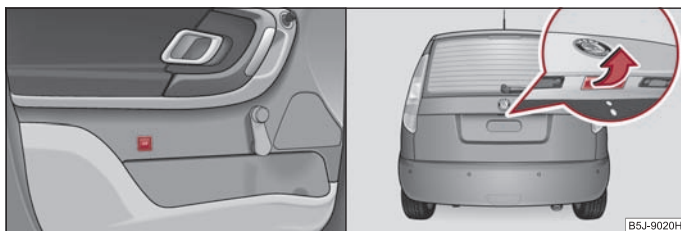

Fig. 28 Deblocarea capotei portbagajului / mânerul capotei portbagajului
- La autovehiculele fără închidere centralizată capacul portbagajului se descurie apăsând pe tasta din ușa șoferului ⇒ fig. 28.
La autovehiculele fără închidere centralizată capacul portbagajului se descurie apăsând pe tasta din ușa șoferului ⇒ fig. 28.